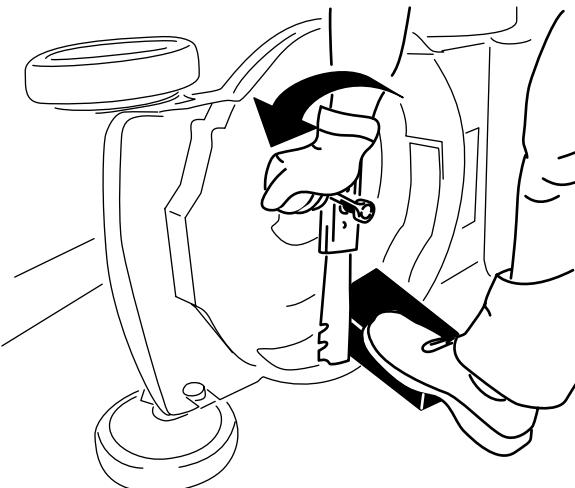

Figura 23
- Utilice un bloque de madera para inmovilizar la cuchilla (Figura 23).
- Retire la cuchilla, conservando todos los herrajes de montaje (Figura 23).